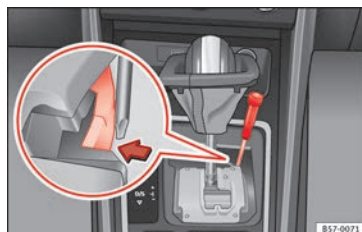

Fig. 54 Palanca selectora: desbloqueo de emergencia en la posición de aparcamiento.
- Con ayuda de un destornillador, presione lateralmente la pestaña amarilla de desbloqueo y manténgala presionada  **fig. 54** .